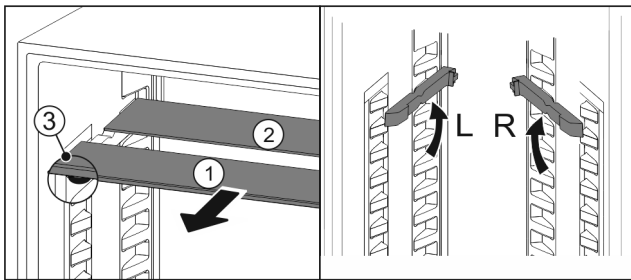

Fig. 121
- ▶ Посуньте Fig. 121 (1) скляну панель вперед.
- ▷ Скляна панель Fig. 121 (1) з декоративною планкою лежить спереду.
- ▷ Стопори Fig. 121 (3) показують вниз.